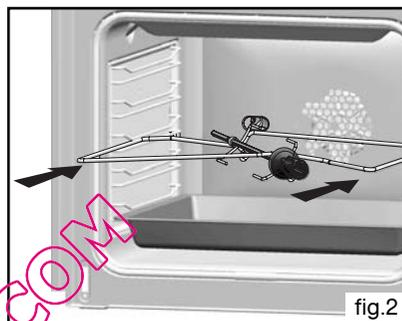

fig.2
- **Plat multi usages (fig.2)**
- placez la broche sur son berceau (fig.2).
Faire levier sur ces pièces afin de déclipper la glace (fig.2).
Débranchez le gradin fil (B fig.2) à l'avant en le soulevant (schéma A fig.1). Tirez vers soi l'ensemble du gradin, le soulever afin de décrocher l'attache de fixation arrière (schéma B fig.1). Le sortir des 2 trous (C fig.2) de la paroi catalytique et du moufle du four. Retirez ensuite la paroi catalytique (A fig.2). Remplacez les nouveaux éléments (gradins) en effectuant les opérations inverses.
Dévissez complètement la vis (E fig.2) située en haut de la paroi du fond (D fig.2). Inclinez la paroi vers l'avant afin de la retirer du moufle. Remplacez la nouvelle paroi en effectuant les opérations inverses.